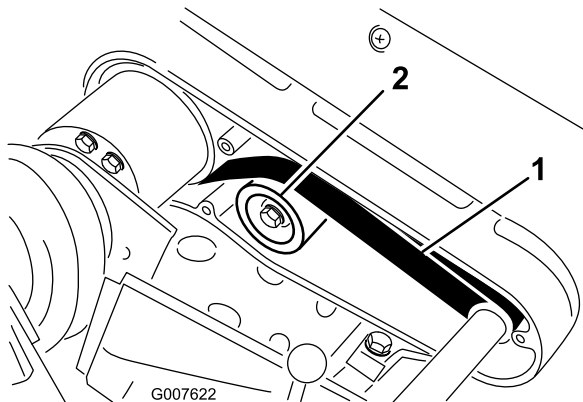

図 32
2. プリー間の中央（図 32）でベルトを 2.3～2.7 kg 程度の力で押し点検します。ベルトのたわみが 6 mm 程度あれば適正です。
- A. アイドラ・プリー固定ナットをゆるめ、プリーをベルトの背に押しつけて、適当な張りを出す（図 32）。